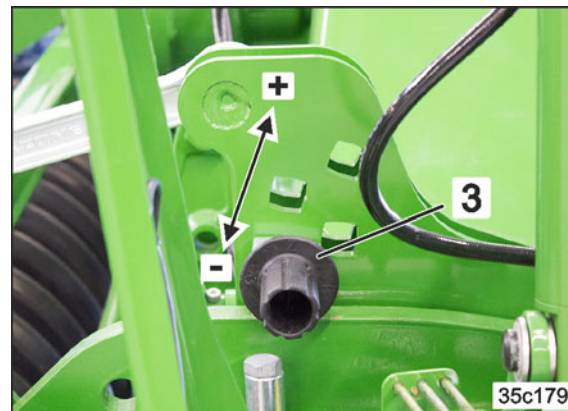

Fig. 104
3. Fijar el perno de regulación de profundidad en los dos segmentos exteriores en el mismo orificio rectangular. Se puede conseguir un ajuste más fino de la profundidad de trabajo girando el perno de regulación de profundidad en el mismo orificio rectangular. (Fig. 104/3)
- o cuanto más alto esté fijado el perno de regulación de profundidad (Fig. 104/3+) en el segmento de ajuste